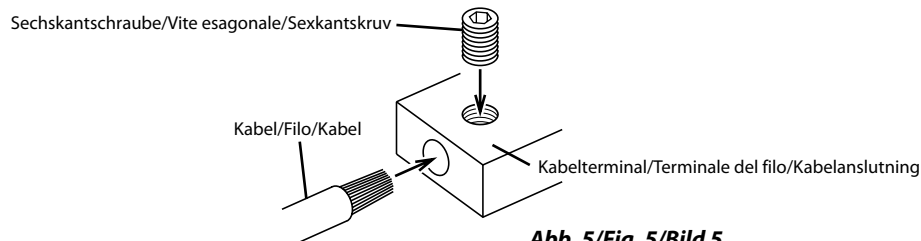

Abb. 5/ Fig. 5/ Bild 5
3. Ziehen Sie die Schraube mit dem Sechskantschlüssel (mitgeliefert) an, um das Kabel sicher zu befestigen. (Abb. 5) **Bevor dieser Anschluss durchgeführt wird, benutzen Sie den isolierten Schrumpfschlauch, um freigelegten Draht, der über den Anschluss herausragt, abzudecken.**
3. Serrate la vite installata con la chiave esagonale (in dotazione) per fissare il filo in posizione. (Fig. 5)
3. Dra åt stoppskruven med sexkantsnyckeln (ingår) för att säkra kablarna. (Fig. 5)